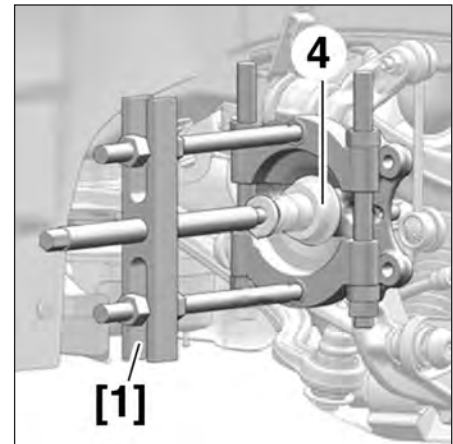

FIG.38
- Extraire la cage intérieure (4) du roulement (Fig.38).